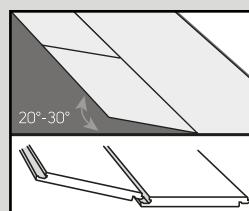
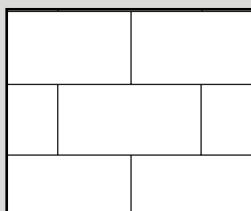

Fig. 3
Fig. 3a
- Comience la segunda fila de manera que la lengüeta encaje en la hendidura, sujetando el tablón en ángulo (aproximadamente a 30°) y, a continuación, empuje con firmeza el tablón/baldosa hasta que encaje en la hendidura de la primera fila. Instale el siguiente tablón/baldosa de manera que la lengüeta y la hendidura hagan clic por el extremo corto. Acople la lengüeta y la hendidura del lateral largo introduciendo en ángulo los tablones/baldosas (fig. 3). Las baldosas y los tablones deben instalarse escalonados de manera que nunca coincidan cuatro esquinas (fig. 3a y 3b).